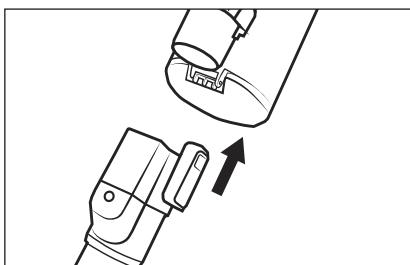

Fig. 1
- 1) Sæt sugerøret 24 på produktet, indtil det klikker hørbart på plads (se fig. 1).